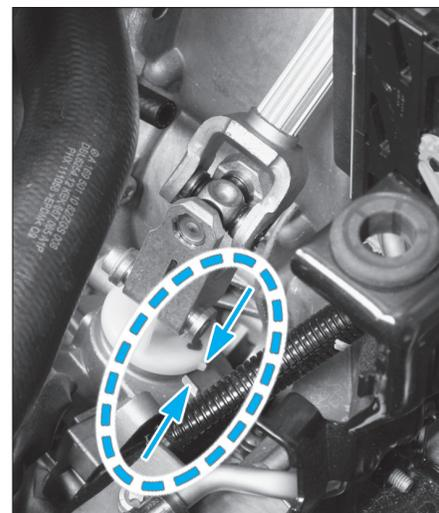

FIG. 5
- Vérifier la position médiane du boîtier de direction : le repère de la colonne de direction doit coïncider avec celui du boîtier de direction (Fig.5).